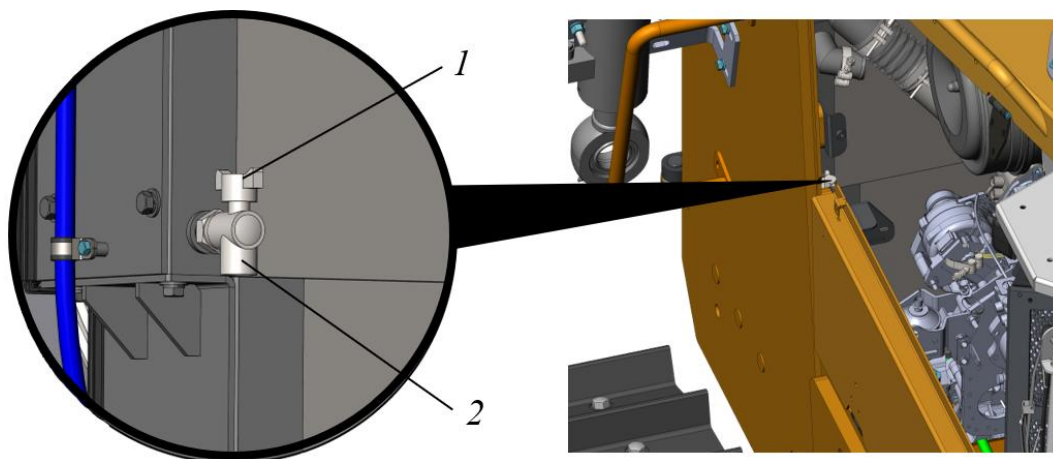

Рисунок 5.43. Сливной кран на радиаторе системы охлаждения ДВС
- Надеть подходящий по диаметру шланг на штуцер пз. 2, открыть кран 1 и в заранее подготовленную емкость  слить оставшуюся охлаждающую жидкость с радиатора системы охлаждения двигателя, см. рис. 5.43. Доступ к крану реализован через левую створку моторного отсека.
- После того, как вся охлаждающая жидкость стечет с радиатора закрыть кран 1, демонтировать шланг со штуцера 2, рис. 5.43.